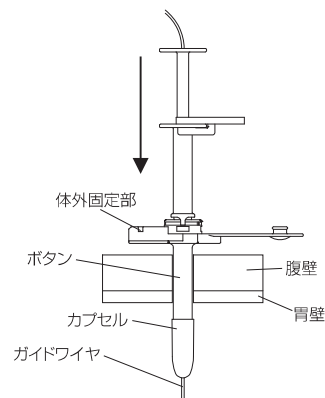

図7
4. 腹部真上でガイドワイヤを前後させて直線的にスムーズに動くことを確認し、ボタンの挿入方向の目安とした後、ガイドワイヤの向きに合わせ、ボタンのみを押し進めて体内に挿入していく。（図7）